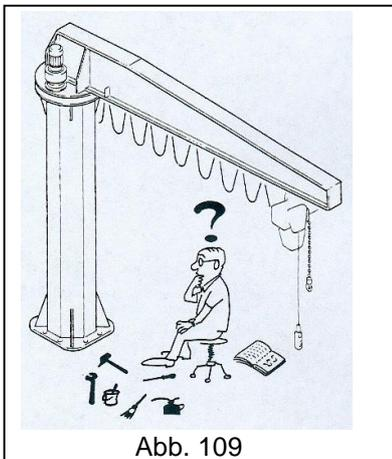

Abb. 109
- **NIEMALS** Wartungs- und Reparaturarbeiten von nicht vom Hersteller geschultem Personal durchführen lassen (Abb. 109).